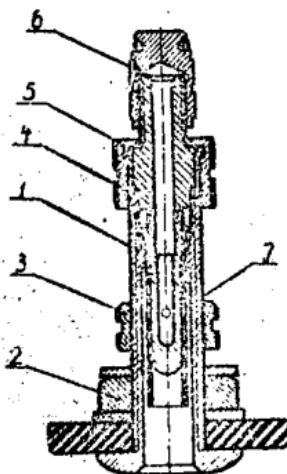

Рис. 2. Вентиль.
- из-за неплотного соединения вентиля (рис. 2) с камерой;